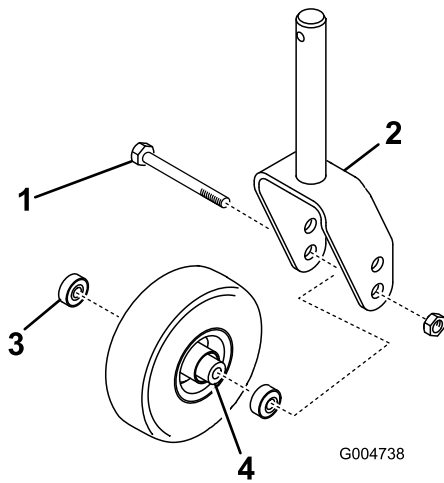

Figura 98
1. Retire la contratuerca del perno que sujeta el ensamble de la rueda giratoria entre la horquilla (Figura 98) o el brazo de pivote. Sujete la rueda giratoria y retire el perno de la horquilla o del brazo de pivote.
2. Retire el cojinete de la rueda y deje que se caiga el suplemento del cojinete (Figura 98). Retire el cojinete del otro lado de la rueda.